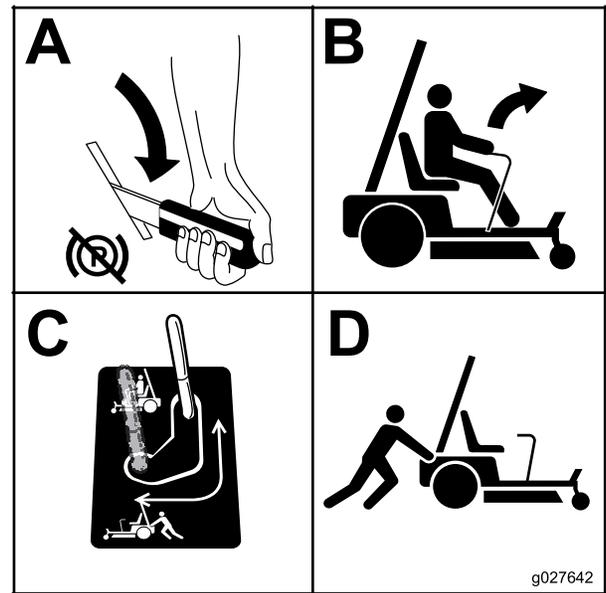

Figura 27
3. Repita este procedimiento en cada lado de la máquina (Figura 27).
4. Mueva la palanca a la posición de operación de la máquina (Figura 27) para engranar los motores de las ruedas.